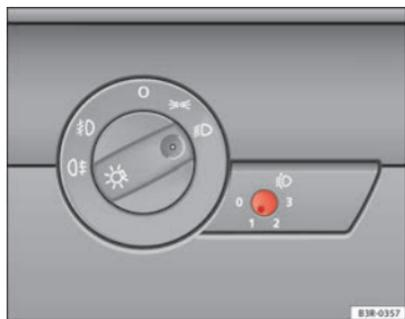

Fig. 88 Regulação do alcance dos faróis
- Pressione brevemente o botão  => fig. 88 para o retirar da sua posição.